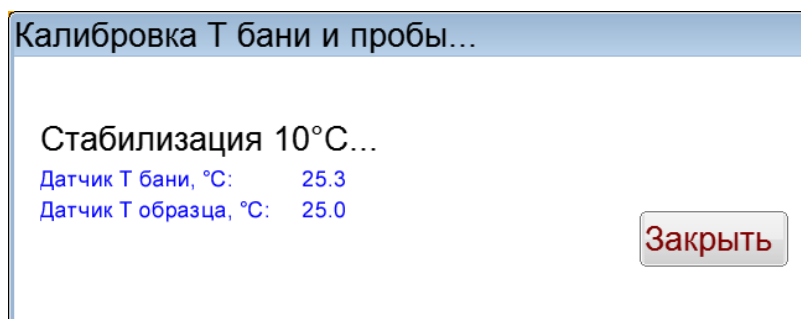

Рисунок 24 – Стабилизация 10°C
5.7.10 Нажать кнопку **[Калибровать]**, после чего откроется окно «Стабилизация Т бани и пробы», в котором будет отображен статус «Стабилизация 10°C» (рисунок 24).